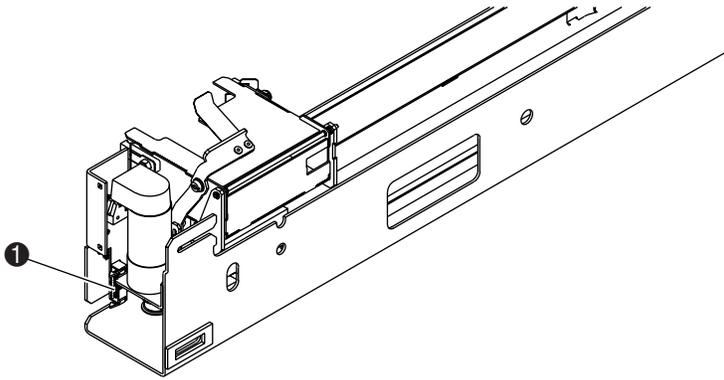

Figura 2-10. Collegamento del cavo PTM (mostrato per chiarezza isolato dal cabinet)
11. Collegare il cavo del meccanismo PTM al meccanismo stesso (❶ Figura 2-10).